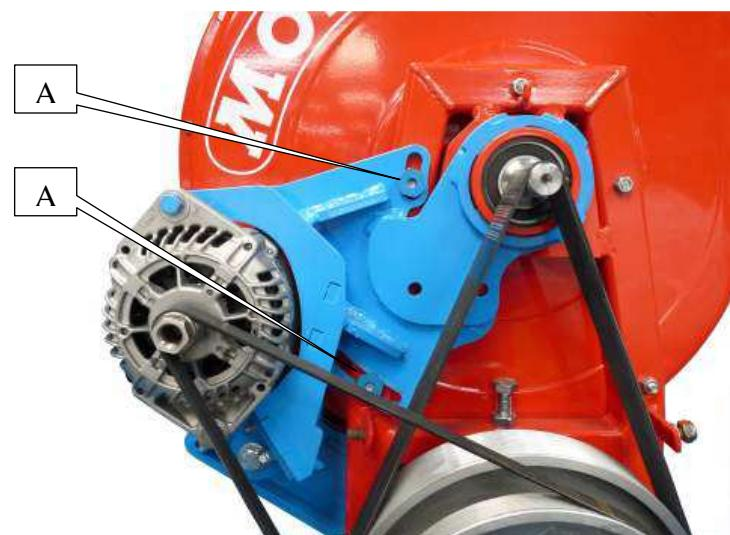

Fig. 2
- Desserrer les deux écrous arrière (A - fig. 2)
- Die beiden hinteren Muttern lösen (A - Abb. 2)
- Unscrew the two rear nuts (A - fig. 2)